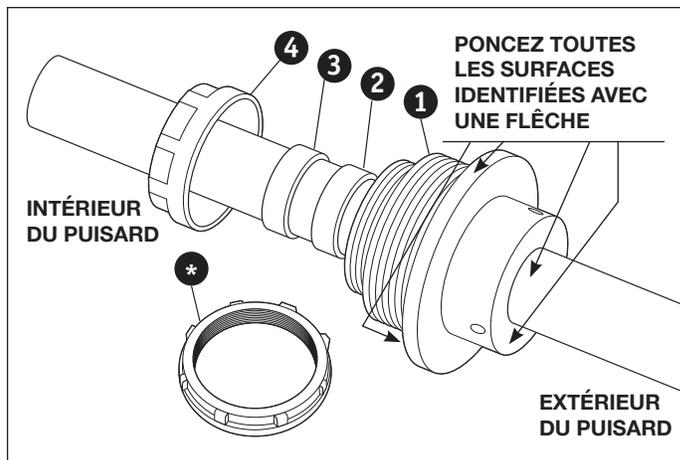
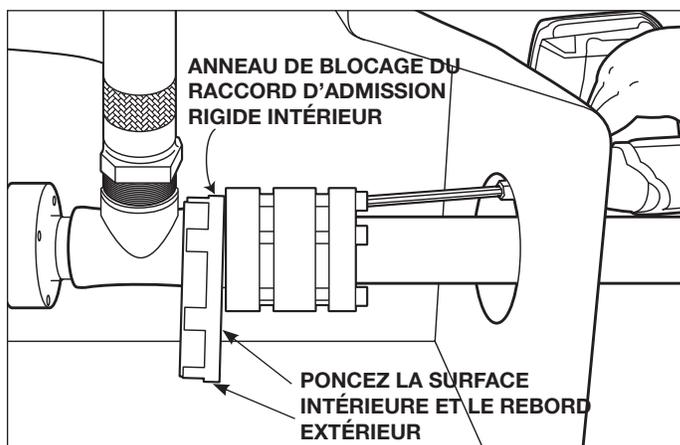

Figure 21-1
Figure 21-2
Assemblez les composants de l'admission rigide dans l'ordre sur la tuyauterie DoubleTrac® qui pénètre dans le puisard dans l'ordre suivant (Figure 21-1).
3. Poncez l'extérieur du tuyau DoubleTrac® qui sera confiné dans le raccord d'admission. De plus, poncez l'intérieur du raccord d'admission DoubleTrac® et toutes les surfaces du raccord d'admission DoubleTrac® sur lesquelles il y a une flèche (Figure 21-1 et Figure 21-2).
5. Assemblez les composants du raccord d'admission rigide sur le tuyau DoubleTrac® (voir Figure 21-1).
6. Assemblez le raccord DoubleTrac® conformément aux instructions de Section 7. Veillez à ce que l'anneau de blocage intérieur soit placé sur l'équipement auxiliaire (voir Figure 21-2) avant de fixer le raccord DoubleTrac sur l'équipement.